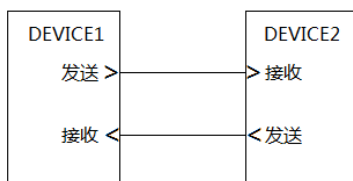

图 9.5 两线全双工通信连接
- 2) 增加数据线。一根负责收，一根负责发，构成全双工通信，这样也能成倍提高效率，如图 9.5 所示，收发端的数据方向恒定不变，两设备交叉连线。